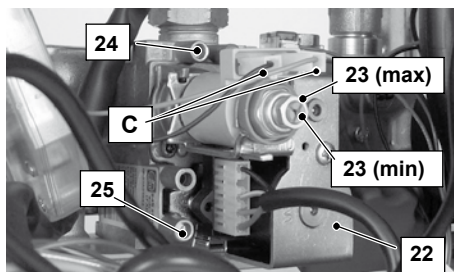

Figura 7.2
- A caldaia spenta (fuori servizio), controllare la pressione di alimentazione utilizzando la presa 25 in Figura 7.2 e confrontare il valore letto con quelli riportati nella tabella *Pressioni di alimentazione gas* nella sezione "Dati tecnici" pag. 16.
- Aprire la presa di pressione 24 in Figura 7.2 e collegare un manometro.
Sconnettere il filo di alimentazione "C" dell'operatore modulante 23 in Figura 7.2. Fare attenzione che non vada a toccare le parti metalliche della caldaia.
Confrontare il valore di pressione misurato con quello indicato nelle seguenti tabelle. Per tarare la pressione al bruciatore agire sulla vite in plastica (23 min in Figura 7.2) tenendo fermo il dado esagonale in ottone grande (23 max in Figura 7.2) dell'operatore modulante (ruotando in senso orario la pressione aumenta).
- Collegare il filo di alimentazione "C" dell'operatore modulante Figura 7.2.
- Chiudere la presa di pressione 24 in Figura 7.2